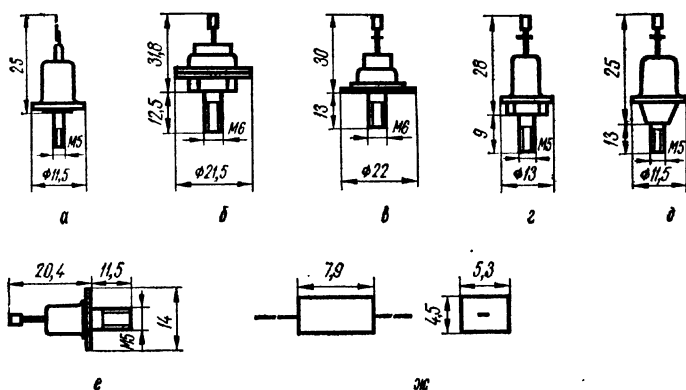

Рис. 260. Внешний вид и основные размеры выпрямительных диодов средней мощности
**Д229 (А, Б).** Кремниевый диод. Диапазон рабочих температур от  $-60$  до  $+125^{\circ}\text{C}$ . Граничная рабочая частота 1 кГц (см. рис. 260, а).
Д242 (А, Б), Д243 (А, Б), Д245 (А, Б). Кремниевые диоды. Диапазон рабочих температур от —55 до +125° С. Наибольшая температура корпуса 125° С. Граничная рабочая частота 1200 Гц (см. рис. 260, б)
Д246 (А, Б), Д247(Б), Д248Б. Кремниевые диоды. Диапазон рабочих температур от —55 до +125° С. Наибольшая температура корпуса 125° С. Граничная рабочая частота 1 кГц (см. рис. 260, б).
Д302—Д305. Германиевые диоды. Диапазон рабочих температур от —60 до +70° С. Наибольшая температура корпуса 80° С. Размер теплоотвода из металла толщиной 3 мм: Д303 — 54 × 44 мм; Д304 — 72 × 60 мм; Д305 — 134 × 122 мм (см. рис. 260, в).
КД202 (А, Б, В, Г, Д, Е, Ж, И, К, Л, М, Н, Р, С). Диапазон рабочих температур от —60 до +120° С. Наибольшая температура корпуса 130° С. Граничная рабочая частота 1200 Гц (см. рис. 260, в).
**КД203 (А, Б, В, Г, Д).** Диапазон рабочих температур от —55 до +100° С, Граничная рабочая частота 1000 Гц (см. рис. 260, б).